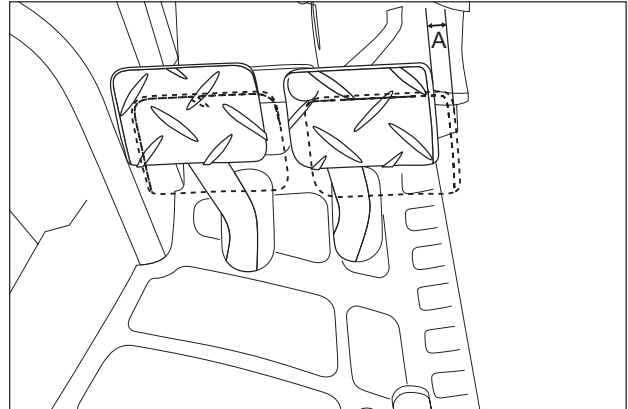

**ABB. 149 (Mechanisches Getriebe)**
**ABB. 149 UND 150:** Gegebenenfalls die Verzahnungsplatte von den Bremspedalen lösen und das Spiel der einzelnen Pedale prüfen. Das korrekte Spiel (A) der einzelnen Bremspedale beträgt 40 bis 50 mm.